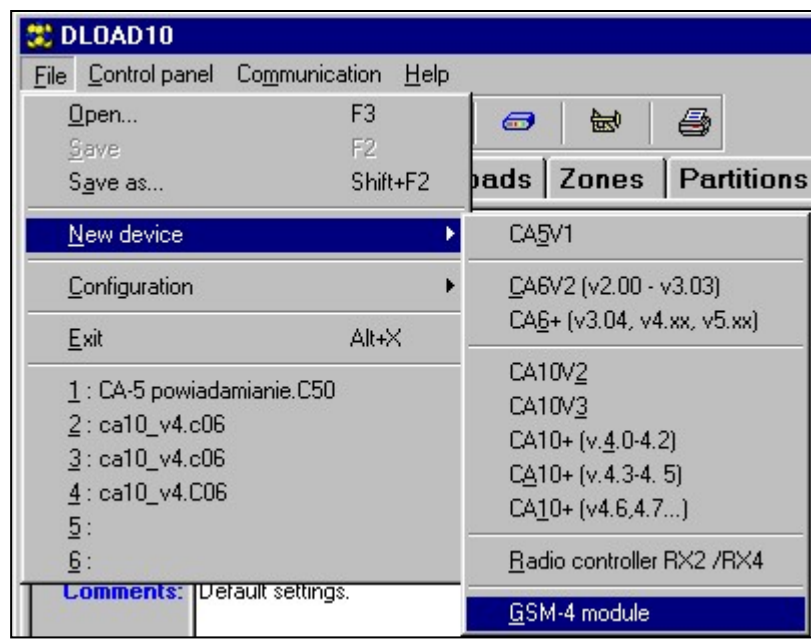

Рисунок 10.
1. Открыть окно с данными модуля, выбирая из меню программы **Файл→Новый→Модуль GSM-4** (см. рисунок 10).